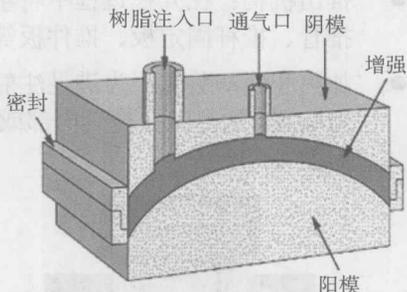

图 1-11 转移成型
- **转移成型：**转移成型是压缩成型的改良方式，它是将塑料材料的加热与成型，分别由两个不同的模具室完成。其目的是要节省所需加热和冷却循环浪费的能量。它用于热塑性塑料的成型加工，如图 1-11 所示。